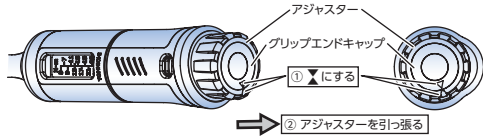
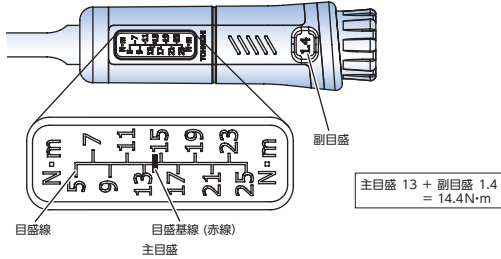
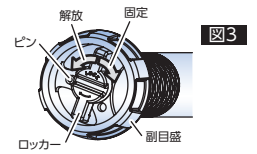

図1
図2
図3
例1 QL, QL5/CL, CL5型で最大トルク2~25N・mの機種の場合 (図1, 2)
- ① 主目盛を見ながらアジャスターを回し、13N・mの目盛線に目盛線(赤線)が重なったら、副目盛を確認します。次に副目盛の0を副目盛窓中心に合わせます。セットトルク13N・mになります。
- ② 副目盛を見ながら右方向(プラス方向)に回し、副目盛の値を1.4に合わせます。セットトルク、14.4N・mになります。(図2)
例2 QL-MH/CL-MH型で最大トルク25~280N・mの機種の場合 (図3, 4)
- ① ロッカーを左に回し緩める。(図3)
- ② 副目盛を回してトルク値を合わせる。(主目盛+副目盛)
- ③ ロッカーを右に回して副目盛をロックする。(図3)
主目盛の100の数字線が、副目盛のすぐ上に見えている時に、副目盛0数字線が主目盛基本線についた状態が100cN・mです。(図1) ここから副目盛を右方向に1回転させると120cN・mになり、副目盛を左方向に1回転させると80cN・mになります。(副目盛は1回転で20cN・mとなります。また、副目盛の1目盛は2cN・mです) 100cN・mの時、右回りで副目盛を0から2へ回転させると、102cN・mとなります。(図2) 100cN・mの時、左回りで副目盛を0から18へ回転させると、98cN・mとなります。(図3)